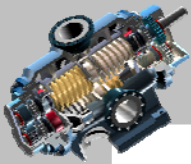

图 5.3.27 “移动特殊”对话框（二）
- 单击  按钮，在图 5.3.27 所示的“移动特殊”对话框中，分别输入注解文本在 X 方向和 Y 方向的偏移量，最后单击 **确定** 按钮。